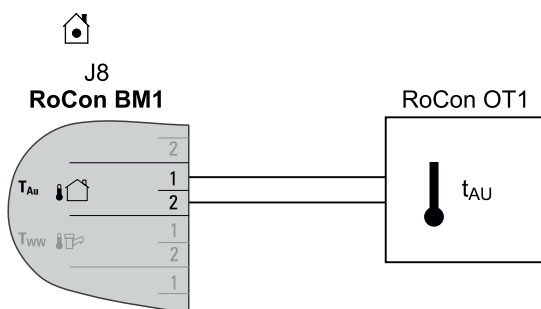

Fig. 4-31 Collegamento sonda di temperatura esterna RoCon OT1 a ROTEX HPSU compact (azionamento come soluzione singola ovvero come master in un bus di dati)
- Collegare la linea della sonda all'ingresso J8 della scheda RoCon BM1 (v. fig. 4-31).